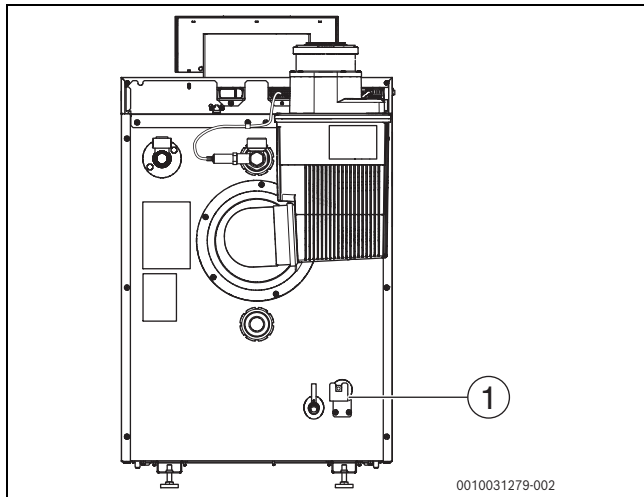

Bild 33 Haltewinkel montieren
- Haltewinkel (→ Bild 33, [1]) mit den zuvor entfernten Schrauben an der Rückwand montieren.